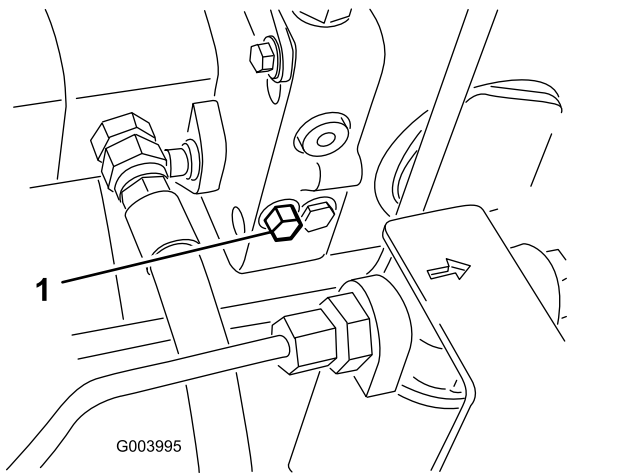

Bild 40
1. Drehen Sie die Schraube des Sicherheitsventils um eine 1½ Umdrehungen, um das Ventil zu öffnen und Öl intern abzulenken (Bild 40).